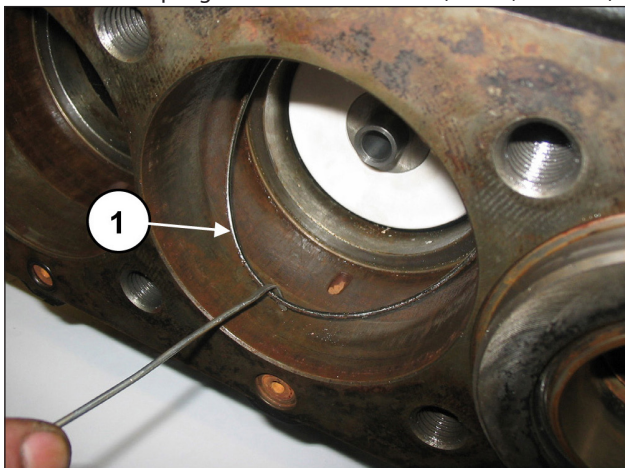
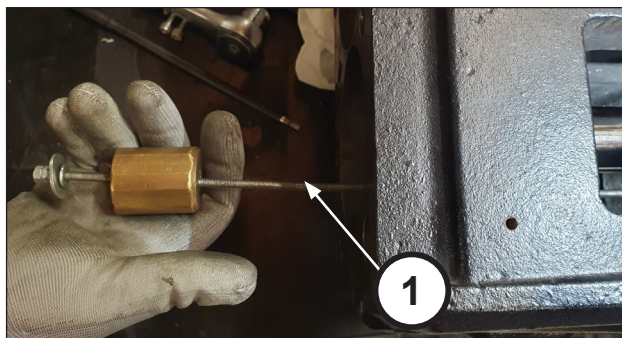

Abb. 136
Abb. 139
Nehmen Sie den O-Ring am Boden des Dichtungshalters ab, sollte er im Pumpengehäuse verblieben sein (Pos. ①, Abb. 136).
Positionieren Sie die Kolbenführung am unteren Totpunkt, schrauben Sie einen Abzieher M6 in die entsprechenden Deckelbohrungen (Pos. ①, Abb. 136) und ziehen Sie den Ölabbstreifring-Deckel aus der Pumpengruppe heraus (Pos. ①, Abb. 139).